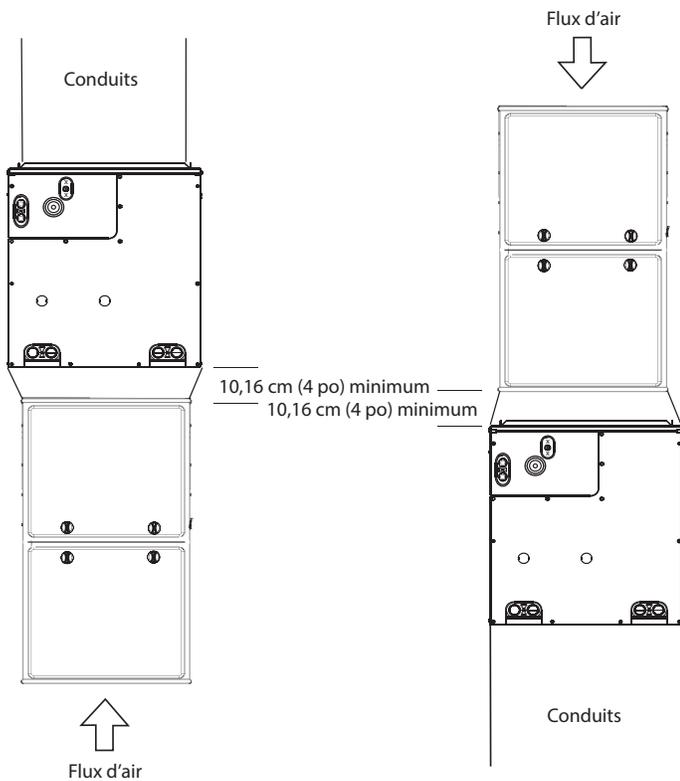

Figure 3 – Installation des adaptateurs lorsque le serpentin est plus large que l'appareil de chauffage (recommandée)
3. Pour installer un grand serpent sur un appareil de chauffage plus petit, il est recommandé d'utiliser une pièce de transition (Figure 3).